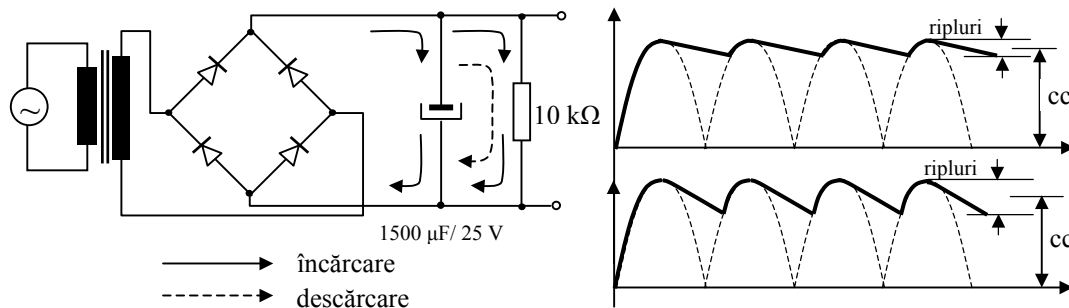

Fig.1 Filtru capacitiv - schema și forma de undă
Așa cum se prezintă în fig. 1, ieșirea redresorului dublă alternanță, sau a oricărui redresor, se aplică direct pe un condensator de filtrare de mare valoare. Condensatorul se va încărca până la vârf pe durata primului sfert al ciclului din semnalul de intrare. Din acest punct, condensatorul este cel ce furnizează cea mai mare parte a curentului prin sarcină, reprezentată în fig. 1 de rezistența de $10\text{ k}\Omega$. Această rezistență acționează de asemenea în acest caz ca o rezistență de descărcare ce permite descărcarea condensatorului când sursa se deconectează de la rețea și sarcina este scoasă din circuit.
1. Se studiază cu atenție circuitul din fig. 1.
2. Se conectează elementele ca în fig. 1. Înainte de conectarea tensiunii se verifică dacă condensatorul este legat corect (cu " - " la masă). *Atenție: Conectarea inversă a condensatorului electrolitic poate provoca explozia acestuia!*
5. Se conectează o rezistență de 470 Ω în paralel cu rezistența de 10 k Ω din fig. 1. Se măsoară noua tensiune și riplurile și se înregistrează în Tabelul 1.